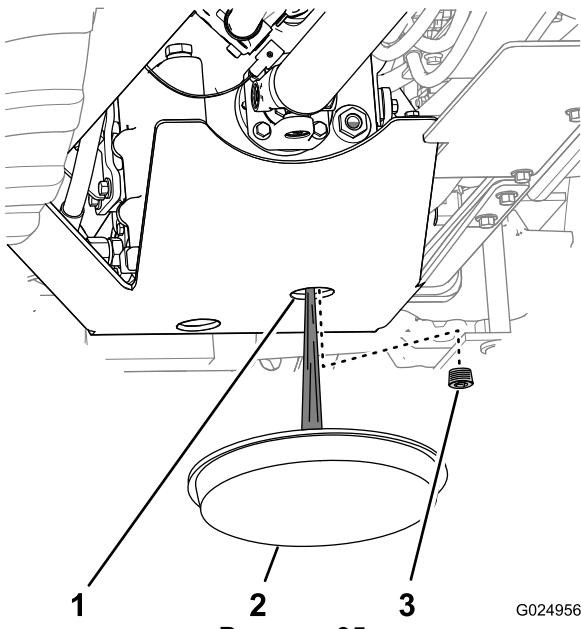

Рисунок 95
2. Подставьте сливной поддон под переднее отверстие щитка трансмиссии (Рисунок 95).